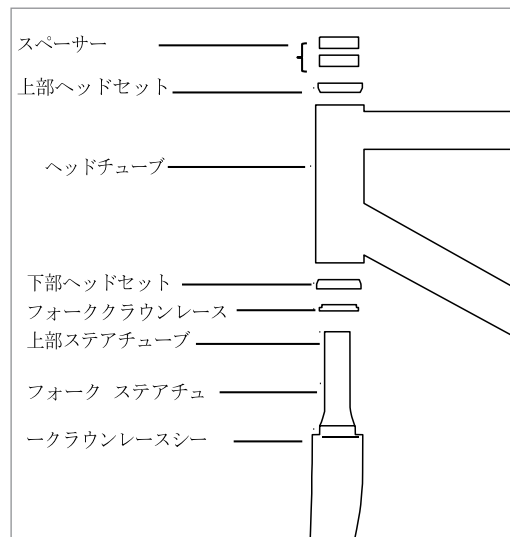

図 3
- ヘッドセットの底部アセンブリをメーカーの説明書通りに取り付け、フォークをヘッドチューブへと差し込みます。メーカーの説明書通りに上部ヘッドセットを取り付けます (図 3)。